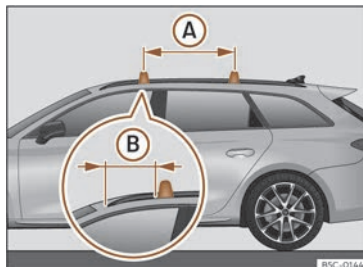

Fig. 192 Puntos de fixación das barras lonxitudinais para a portaequipaxes do teito (Leon Sportstourer).
Válido para Leon Sportstourer: As barras transversais están montadas nas barras laterais do teito >>> **fig. 192**. A distancia entre barras transversais (A) deberá ser de aprox. 75 cm e a distancia da barra transversal dianteira co soporte dianteiro da barra lateral do teito (B) deberá ser de 30 cm.